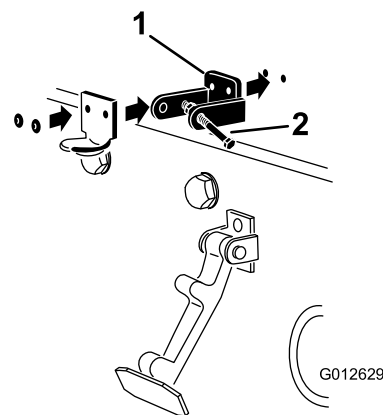

Рисунок 8
4. Совмещая монтажные отверстия, поместите стопорный кронштейн стандарта CE и кронштейн защелки капота на капот (Рисунок 8).
6. Приклепайте кронштейны и шайбы к капоту (Рисунок 8).